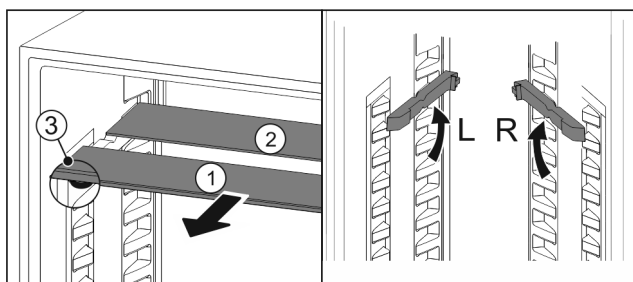

Fig. 30
- Træk glaspladerne ud enkeltvis fremad Fig. 30 (1).
- ▷ Glaspladen Fig. 30 (1) med pyntelisten ligger foran.
- ▷ Stoppene Fig. 30 (3) peger nedad.